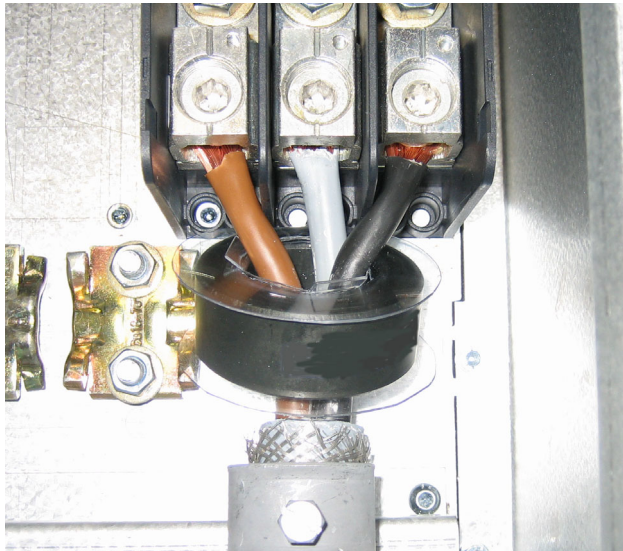

Fig. 55 Ferritkärna monterad på motorkablarna
Skyddsjord (PE) och kabelns skärmning ska monteras utanför kärnan, se fig. 55.